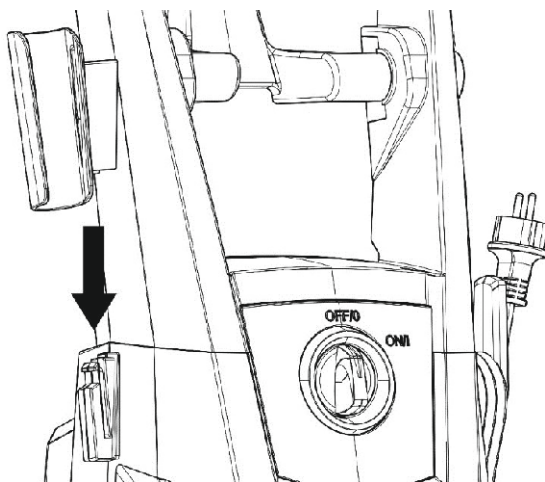

Рис. 4
2. Вставьте держатель пистолета в нужное положение (рисунок 4).